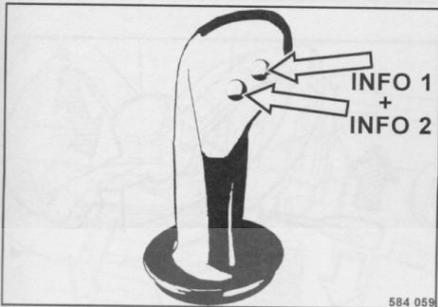

fig. 97
- Appuyer sur les deux touches Info (fig. 97) pendant plus de trois secondes pour accéder au mode d'enregistrement.